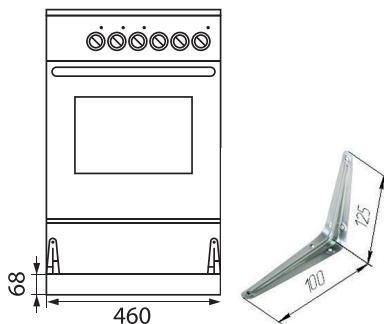

Рис. 3 Крепление плиты к стене
8. С задней стороны прибора имеются 2 паза, которые предназначены для установки защиты от опрокидывания (Рис. 3). Необходимо приобрести в магазине два уголка для полок 125 x 100 и выбрать крепеж уголков, соответствующий типу материала стены сзади прибора, после закрепить уголки к стене и установить прибор.